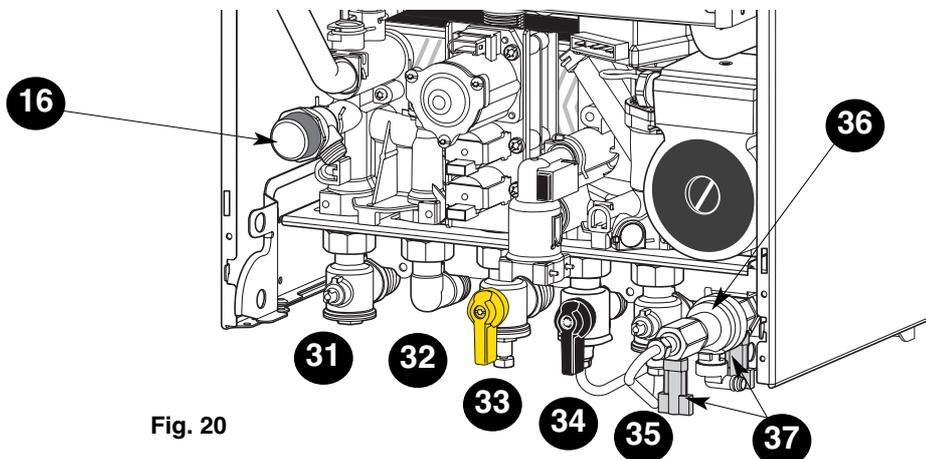

Fig. 20
### Robinetterie (fig. 20)
3. Ouvrir le robinet gaz **33** (fig.20).